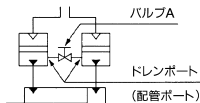

図7
- 両側ハイドロで使用した場合でもエアハイドロシリンダの作動時、微量な揺動漏れがあるためコンバータの作動油が一方は増え一方が減る現象が発生します。対策例として図7に示す回路があります。バルブAを開くことによって増減した油面をもとにもどり、コンバータの油面の管理をしてくください。